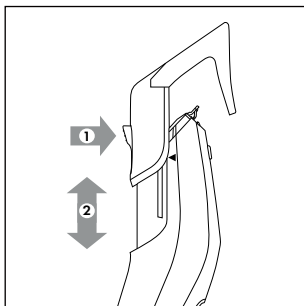
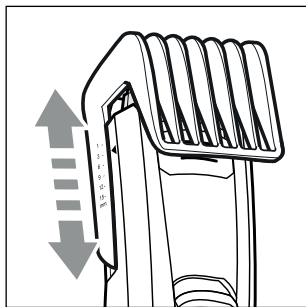

Abb. 3
Abb. 4
- ◆ Drücken Sie den Knopf hinten am Kammaufsatz **10/11** und schieben Sie den Kammaufsatz **10/11** nach oben oder unten (siehe Abb. 3). So stellen Sie die gewünschte Schnittlänge ein (siehe auch Kapitel **Haare schneiden**).
- 3) Stellen Sie die Schnittlänge je nach gewünschter Haarlänge am Kammaufsatz 10/11 ein. Drücken Sie dazu den Knopf hinten am Kammaufsatz 10/11 und verschieben Sie den Kammaufsatz 10/11 nach oben oder unten (siehe Abb. 3). Die Schnittlängen können Sie seitlich an den Markierungen des Kammaufsatzes 10/11 ablesen (siehe Abb. 4). Beginnen Sie zuerst mit einer längeren Schnittlänge und verwenden Sie im Verlauf des Schneidens stufenweise kürzere Schnittlängen.
- ◆ Stellen Sie die Schnittlänge je nach gewünschter Haarlänge am Kammaufsatz **10/11** ein. Drücken Sie dazu den Knopf hinten am Kammaufsatz **10/11** und verschieben Sie den Kammaufsatz **10/11** nach oben oder unten (siehe Abb. 3). Die Schnittlängen können Sie seitlich an den Markierungen des Kammaufsatzes **10/11** ablesen (siehe Abb. 4). Kürzen Sie Ihren Bart nun stufenweise.